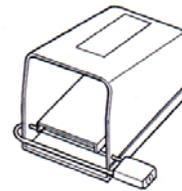

图 1—锁好后的脚动开关
8. 不使用时，应该将脚动开关锁好（见图 1）。以免意外启动设备。